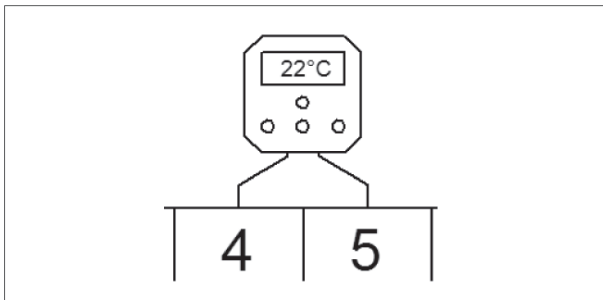

Abbildung 11 - Anschluss eines modulierenden Raumthermostats
1. Schließen Sie die beiden Steuerkabel an die Klemmen 4 und 5 an (siehe Abbildung 11 oder den elektrischen Schaltplan in §11.).